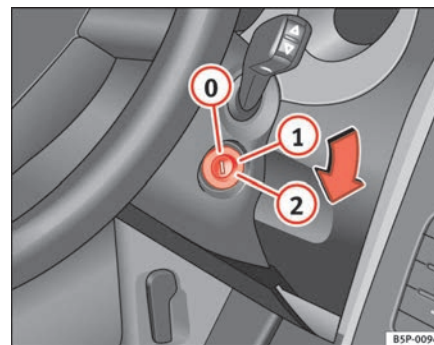

Fig. 118 Posiciones de la llave de contacto
En esta posición ⇒ fig. 118 el encendido y el motor están desconectados pudiéndose bloquear la dirección.
- Gire la llave de contacto hasta la posición ⇒ **página 165, fig. 118** ①. El testigo  se encenderá en caso de precalentamiento del motor.
- En cuanto se apague el testigo, gire la llave de encendido a la posición ② para poner en marcha el motor y no pise el acelerador.
- Gire la llave de contacto a la posición ⇒ página 165, fig. 118 .